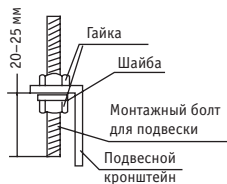

Рис. 49-10
2. Установите подвесной кронштейн на монтажном болте для подвески (см. рис. 49-10).